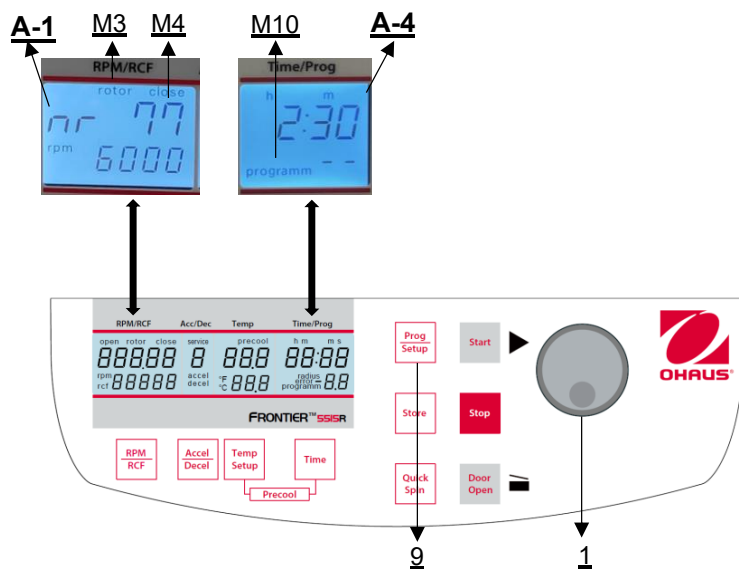

Figure 25
Pour rappeler les programmes mémorisés, appuyer sur la touche **"Prog/Setup"** (9) (voir Figure 25) alors que le couvercle est déjà fermé. Dans l'affichage **"Time/Prog"** (A-4), **"program--"** (M10) apparaît. Le numéro de programme souhaité peut être présélectionné à l'aide du bouton de réglage (1).
Pour quitter le mode programme, il suffit d'appuyer sur la touche **"Prog/Setup"** (9) (voir Figure 25). Ensuite, à l'intérieur de l'écran